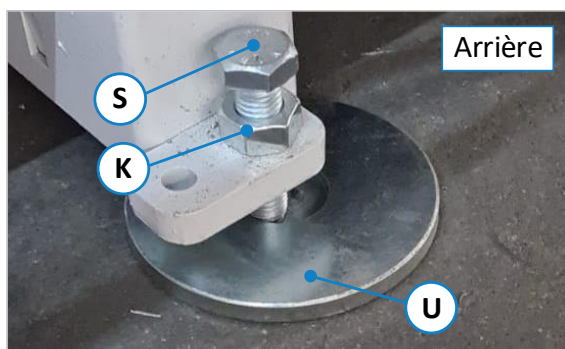
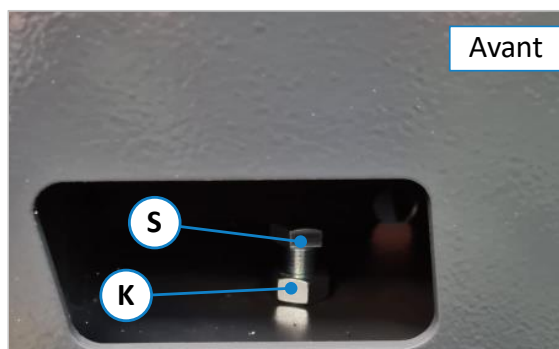

Figure 11 : vis de nivellement à l'arrière (cas général)
Figure 12 : vis de nivellement avant (cas exceptionnel)
Lors de la mise en place, la machine doit être alignée correctement avec un niveau à bulle (0,1 mm/ 1 m). Pour cela, la machine dispose à l'arrière (⇒ Figure 11) de 2 pieds réglables avec les vis de réglage correspondantes (S) ainsi que de 2 rondelles (U) pour le support. En **cas général**, la face avant de la machine repose à plat sur les deux socles. N'effectuez ici des nivellements que dans des **cas exceptionnels** (par ex. si le sol est très irrégulier).
1. Avant de poser la machine, abaissez-la d'abord sur le sol jusqu'à ce que les deux plaques rondes (U) représentées sur ⇒ Figure 11 puissent être placées au centre sous les vis (S).
2. Abaisser complètement la machine jusqu'à ce qu'elle soit centrée sur les plaques rondes avec les deux vis (S).
3. Pour l'alignement avec le niveau à bulle, il suffit en général de régler uniquement les vis arrière (S).
4. Une clé à fourche SW22 est nécessaire pour le réglage. Desserrer d'abord les contre-écrous (K), puis ajuster la hauteur à l'aide des vis de réglage (S) jusqu'à ce que la machine soit uniformément nivelée.
2. Ce n'est que dans ce cas exceptionnel que les vis de réglage avant (voir ⇒ Figure 12) sont également nécessaires pour la mise à niveau. Elles ne sont toutefois accessibles que si la tôle frontale avant a été démontée au préalable.
3. Avant de procéder au réglage, soulevez la machine sur l'avant jusqu'à ce que les deux plaques rondes (U) puissent être placées de manière centrée sous les vis de réglage (S).
4. Desserrer ensuite les quatre contre-écrous (K) représentés sur ⇒ Figure 12 et ⇒ Figure 11 et ajuster la hauteur au niveau des quatre vis (S) jusqu'à ce que la machine soit uniformément nivelée.